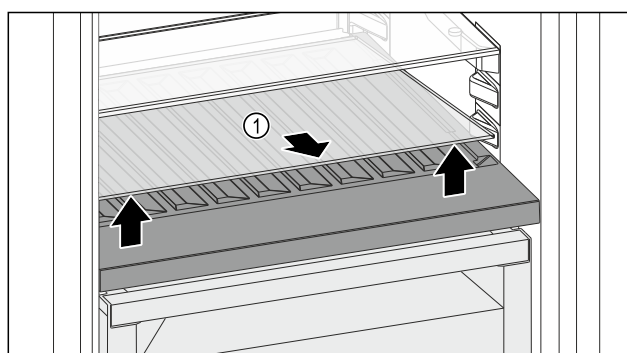

Fig. 127
- Skleněnou desku Fig. 127 (1) zvedněte za vybrání vpředu a vyjměte ji.
- Skleněnou desku Fig. 127 (1) uložte bezpečně mimo spotřebič.
- Skleněnou desku (2) vložte pod variabilní přihrádku na láhve.